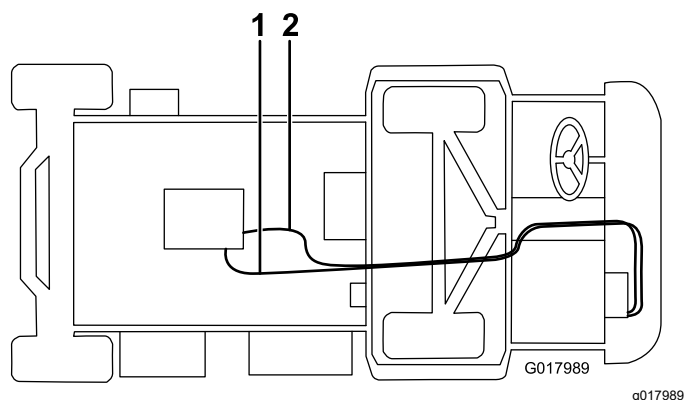

Figura 18
5. Ligue o tubo comprido à válvula do aquecedor com uma braçadeira de tubos e encaminhe-o por debaixo da máquina, por cima do eixo, e até à união reta (Figura 18). Corte o tubo em excesso para se ajustar.
6. Ligue o tubo mais curto ao enchimento em T branco com uma braçadeira de tubos, encaminhe-o através do grampo em R no suporte do aquecedor e ligue-o ao encaixe em T no tubo inferior do radiador com uma braçadeira de tubos (Figura 18). Corte o tubo em excesso para se ajustar.